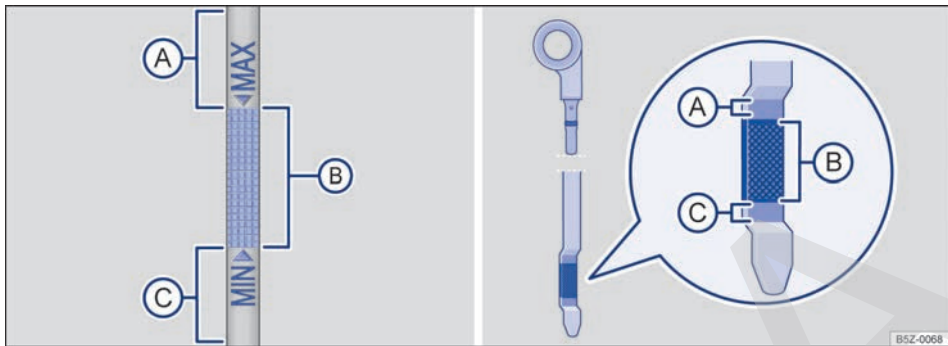
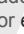

Fig. 129 Varilla de medición del aceite con marca de nivel de aceite del motor.
Fig. 130 En el compartimento del motor: tapón de la boca de llenado del aceite del motor.
4. Identifique la boca de llenado del aceite del motor y la varilla de medición del aceite. La boca de llenado del aceite del motor está identificada con el símbolo  sobre la tapa \Rightarrow fig. 130 y la varilla de medición del aceite con el asa de color. Si no tiene en claro donde se encuentran la tapa y la varilla de medición de aceite, acuda a un Concesionario Volkswagen o una empresa especializada.
7. Extraiga nuevamente la varilla de medición del aceite y lea el nivel del aceite del motor en la varilla \Rightarrow fig. 129 de la siguiente manera:
- (B): nivel de aceite correcto. Se puede agregar aceite (aproximadamente 0,5 l). Continúe con el paso 8 o 15.
- (C): agregar **obligatoriamente** aceite recomendado manteniendo el nivel dentro de la zona (B). Continúe con el paso 8.
- Desenrosque el tapón de la boca de llenado de aceite del motor ⇒ fig. 130.
- Vuelva a comprobar el nivel del aceite del motor en la varilla de medición antes de volver a agregar una pequeña cantidad de aceite del motor. Nunca reponga aceite del motor excesivamente ⇒ (D).
- Una vez finalizado el proceso de la reposición de aceite, el nivel del aceite del motor debe estar, al menos, en el medio del nivel ⇒ fig. 129 (B), pero jamás por encima del nivel (A) ⇒ (D).
- No ponga el motor en marcha si el nivel de aceite del motor está por encima del nivel ⇒ fig. 129 (A). Solicite ayuda técnica especializada. De lo contrario, ¡pueden dañarse el catalizador y el motor!
El nivel del aceite del motor no debe sobrepasar de ninguna manera el nivel ⇒ fig. 129 (A). Con el nivel por encima de esta zona, el aceite puede ser aspirado por la ventilación del cárter, ser despedido a la atmósfera a través del sistema de escape. Además, el aceite puede quemarse en el interior del catalizador, dañándolo.
En caso de alta demanda del motor, el nivel del aceite del motor debe estar lo más cerca posible del nivel ⇒ fig. 129 (A) – sin sobrepasarse, como por ejemplo, en viajes largos en carreteras durante el verano o durante travesías de montañas.